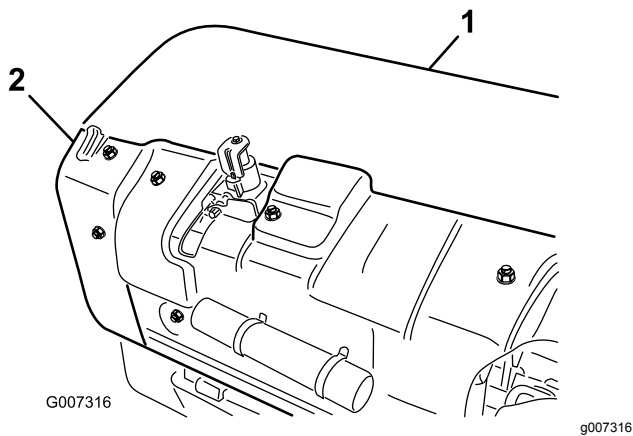

Bild 36
1. Nehmen Sie die Abdeckung des hinteren Aerifizierkopfes ab (Bild 36).
2. Nehmen Sie die Befestigungsschrauben der Spannscheibenabdeckung und dann die Abdeckung ab (Bild 36).